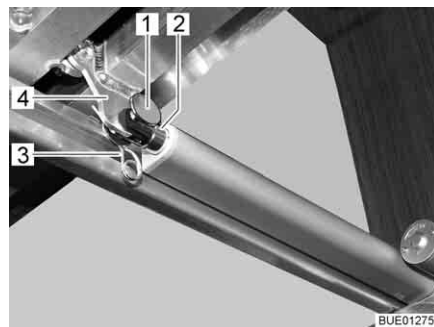

Bild 112 Antrieb
- Verbindung (z. B. Stift und Federstecker (Bild 112,1 und 3)) zwischen Schubstange (Bild 112,2) und Lattenrost (Bild 112,4) trennen.